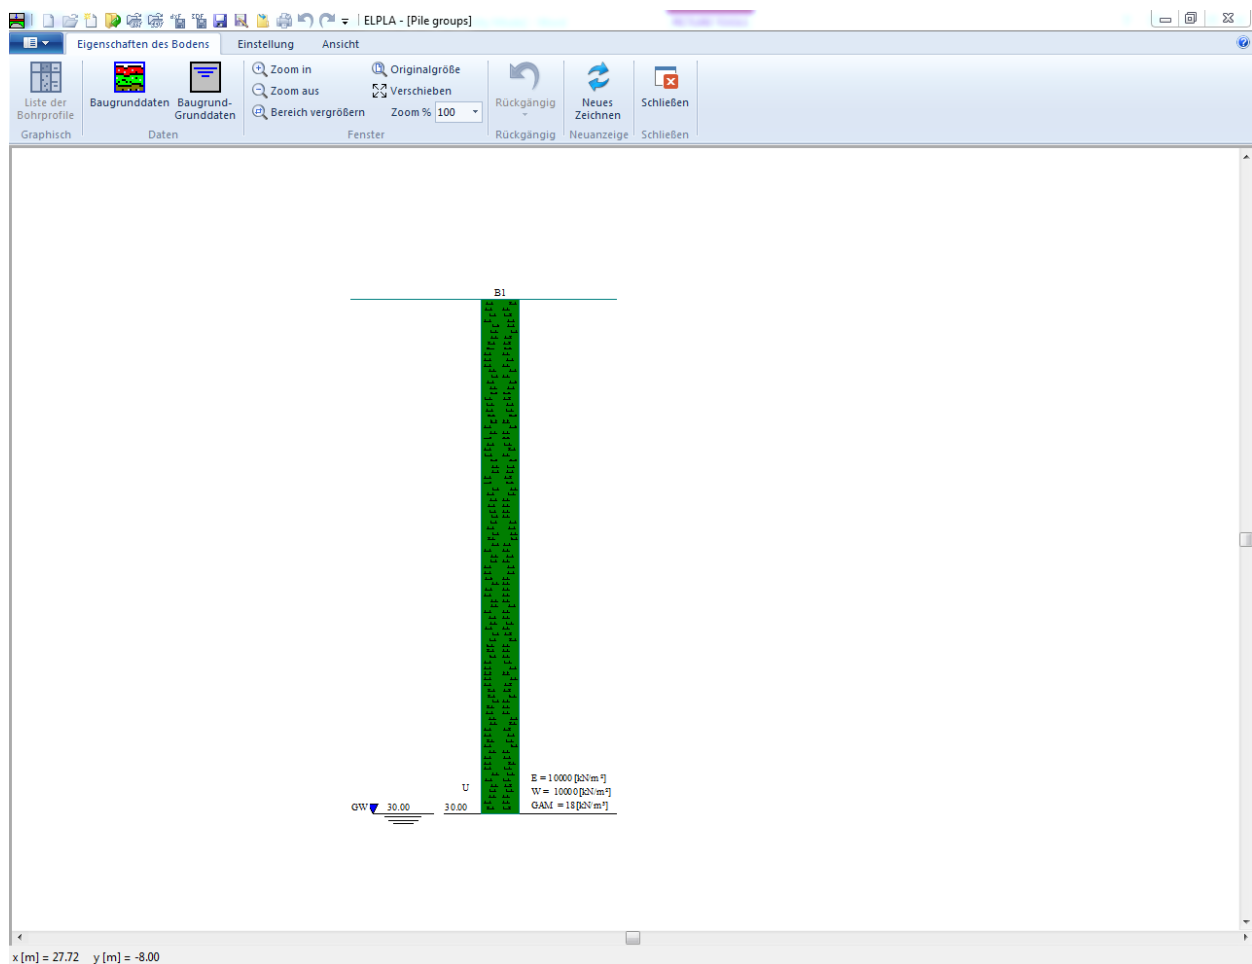

Bild 11.27 Bohrprofil auf dem Bildschirm
Nach der Definition aller Baugrunddaten sollte der Bildschirm wie das Bild 11.27 aussehen.
- Wählen Sie "Speichern" aus dem Menü "Datei" im Bild 11.27, um die Baugrunddaten zu speichern